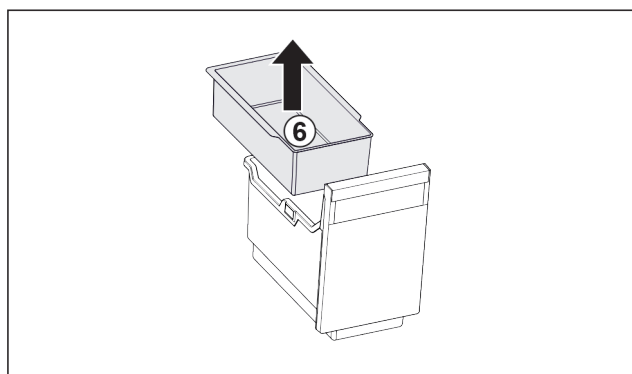

Fig. 30
- ▶ Vzemite ven Fig. 30 (6) obešalno skodelico.